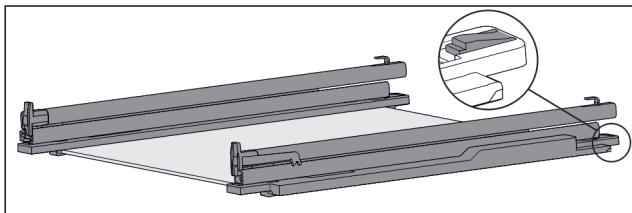

Fig. 127 Glasplatte mit Schienen und Halteteilen
- Halteteil hinten herunterdrücken (siehe Fig. 127) und gleichzeitig Schiene nach hinten schieben.